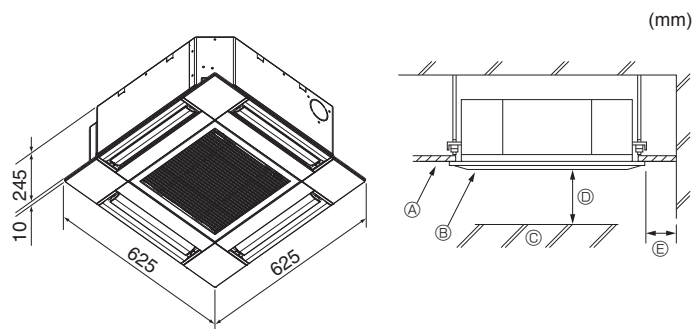

Fig. 3-1
3.1. Indendørsenhed (Fig. 3-1)
- (A) Loft